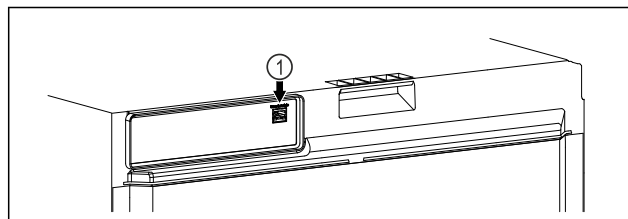

Fig. 110
- ☐ SmartModule Fig. 110 (1) är insatt.